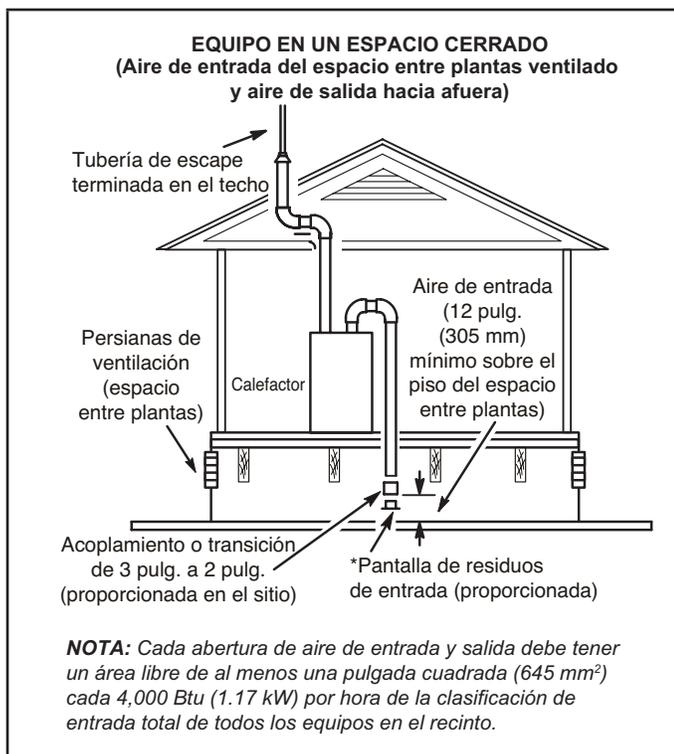

Figura 30
- 2 - Si el aire de entrada se toma de un ático ventilado (Figura 299) o de un espacio entre plantas ventilado (Figura 30), el largo de la ventilación de escape no debe exceder los valores listados en la Tabla 6. Si se utiliza una tubería de 3" de diámetro, redúzcala a una tubería de 2" de diámetro en el punto de terminación para acomodar la pantalla de residuos.